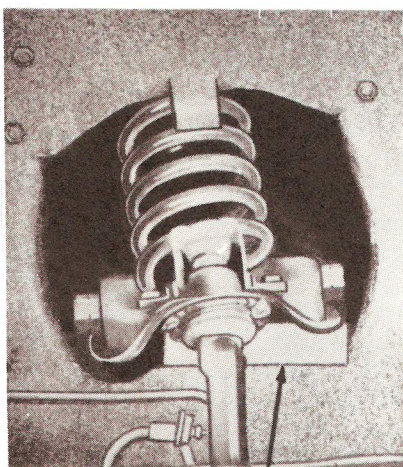

Fig. 1 — Soporte de Brazo Superior. Típico
1. Coloque un soporte entre el brazo superior y el larguero como se indica en la Fig. 1; luego, levante el automóvil y colóquelo sobre caballetes.